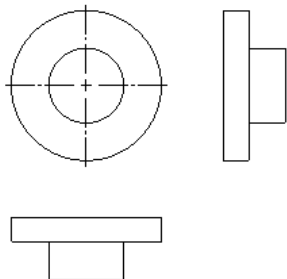

图 8-13 生成零件标准三视图
- (6) 单击【打开】按钮,生成零件标准三视图,如图 8-13 所示。